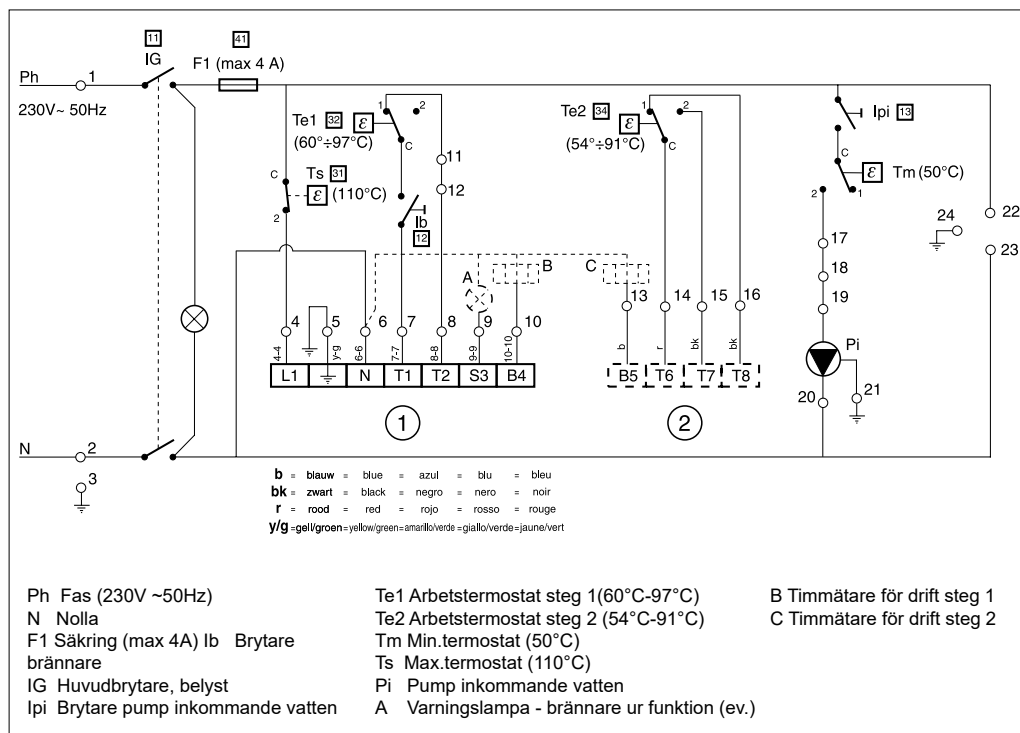
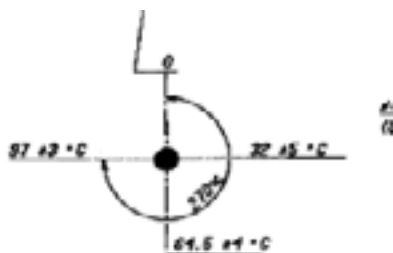
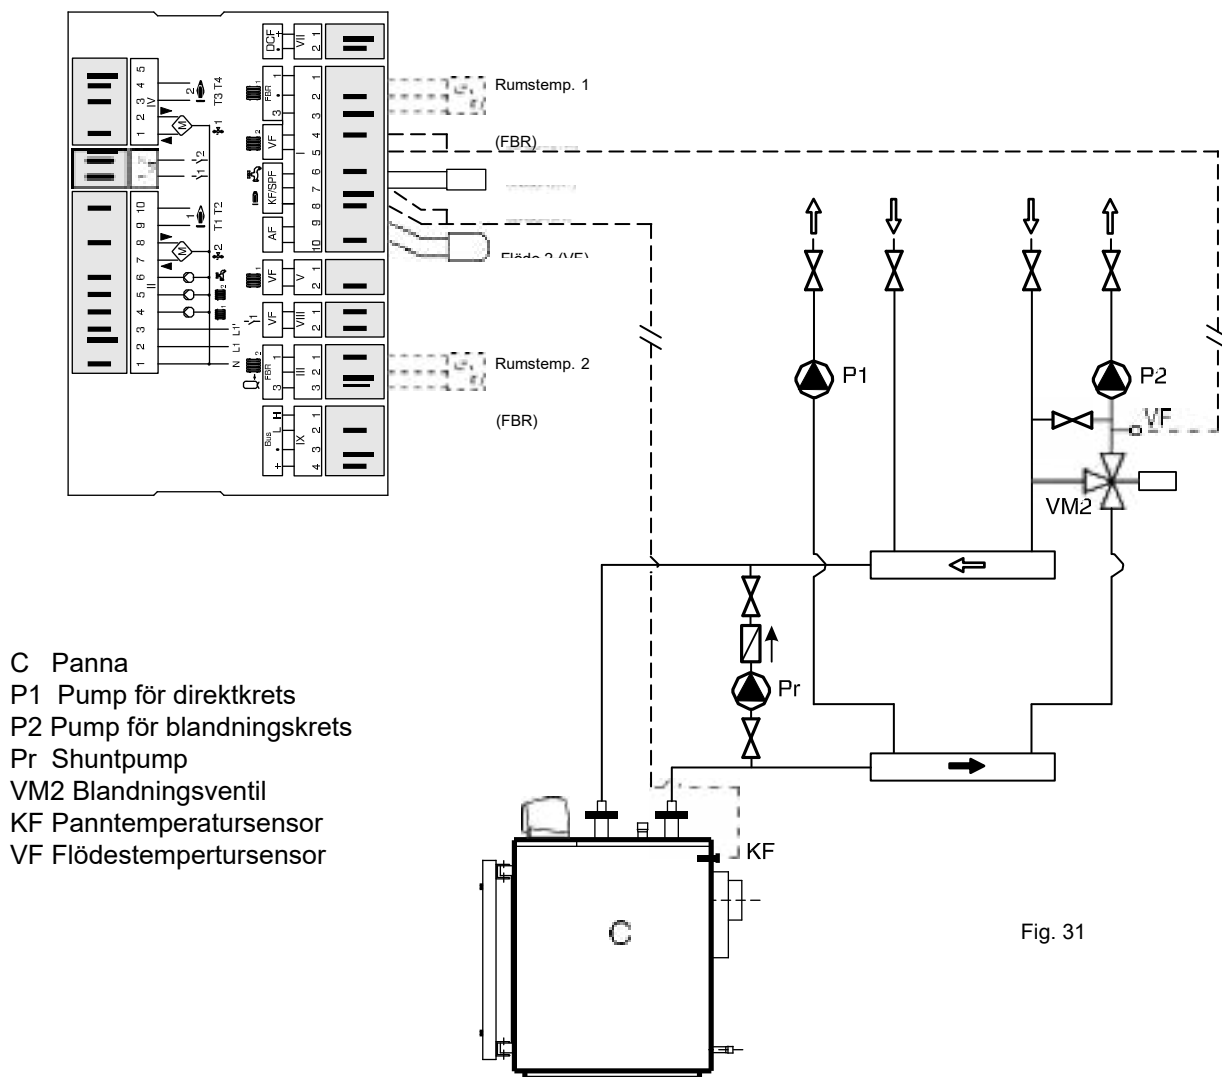

Fig. 29
Fig. 30
Fig. 31
Kontrollpanelen är utrustad med brännarkabel med PG 11-förskruvning (2) samt 7-polig kontakt (3), se elschema fig. 30 och 30. Vid montering av kontrollpanelen skall brännarkabelns ledare dras genom kabelgenomföringen och anslutas till kontrollpanelens kopplingsplint, se elschema fig. 29.
I figuren (Fig. 30) nedan syns att i vinkeln 270° (från pos. 0 till pos. 270) sker det en temperaturökning om 97 °C. Det betyder att för att få ett delta T om 6 °C mellan de två stegen, måste vredet för steg 1-termostaten vridas till maximal temperatur (så långt det går åt höger) och vredet för steg 2-termostaten till 90°C. För att göra detta måste vredet för steg 2-termostaten vridas åt vänster (motsatt håll) ca. 18° (1/5-del av 90°).
I fig. 31 visas typinstallation av panna i centralvärmesystem med två värmekretsar, av vilka en är försedd med motoriserad blandningsventil. Båda kretsarna styrs av en digital reglerenhet.
Den elektriska inkopplingen av värmepumparna och blandningsventilens motor skall ske strikt enligt kopplingsschema fig. 29. Temperatursensorerna ansluts enligt kopplingsschema fig. 31.
För att garantera cirkulation genom pannan i blandningsventilens alla lägen (fig. 31) är det lämpligt att montera en shunt pump "Pr". Shuntpumpen skall ha samma kapacitet som cirkulationspumpen, eller minst 50%, samt uppföringshöjd 1 m vp.